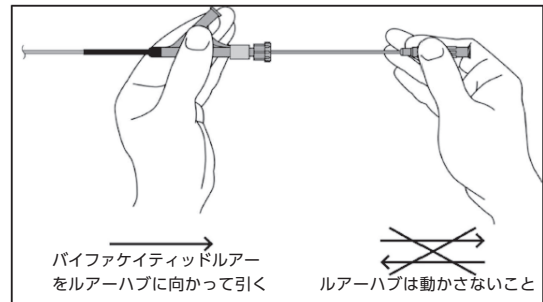

図3
2. ルーアーハブの位置を固定したまま、バイファケイティッドルアーをルーアーハブの方へ引いてstentの展開を開始する(図3)。